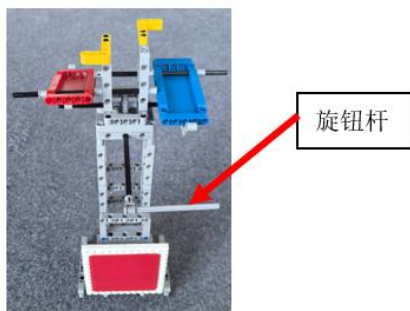

图 2.3.2 路牌装置旋钮杆示意图
**初中及高中组：**智能车需根据颜色指示卡片显示颜色内容通过旋转装置将路牌装置打开，正确打开对应颜色装置获得 40 分。智能车仅可触碰路牌装置的旋钮杆（路牌装置旋钮杆如图 2.3.2 所示），不得触碰路牌装置的主体。